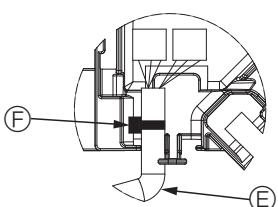

Fig. 5-11
- Panel kanatçık motor kablosunu tespit eden bandı konektör kutusuna şema-daki gibi yerleştirin. (Fig. 5-11)